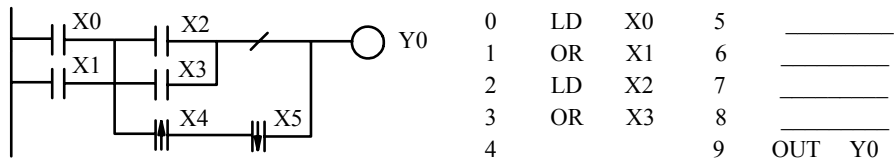

图 2-7
7. 根据如图 2-7 所示的梯形图, 试将指令表补画完整。